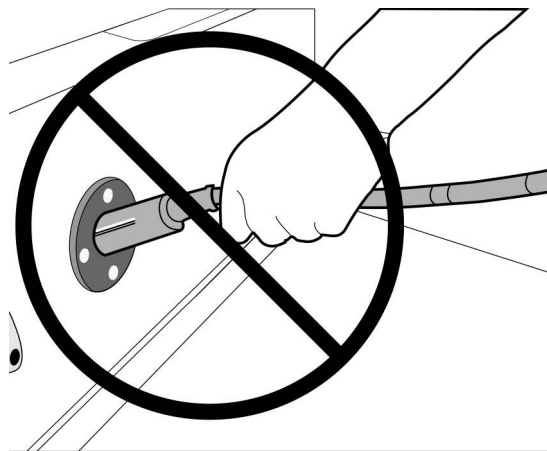

Figure 8
- DO NOT PUSH ON THE DC CORD (Figure 8). DO NOT TWIST, ROCK OR BEND THE PLUG. TO DISCONNECT THE CHARGER PLUG FROM THE VEHICLE